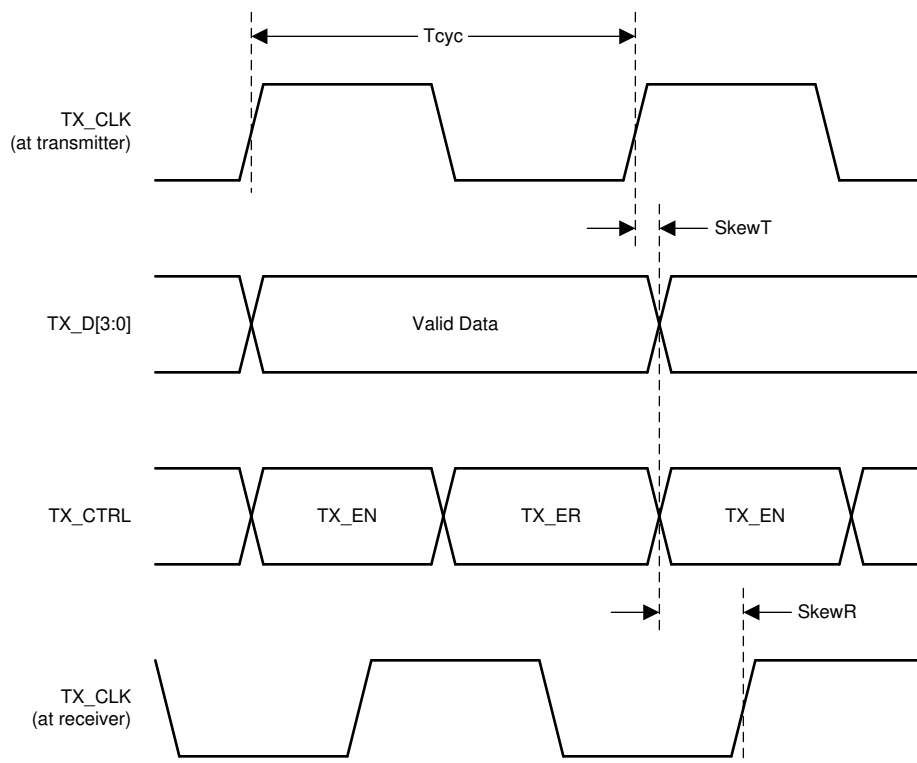

图 6-11. RGMII 发送时序
(1) 由生产测试、特性或设计指定。
(2) 在没有 RGMII 内部延迟的情况下运行时，PCB 设计要求路由时钟，以向相关时钟信号添加大于 1.5ns 的额外布线延迟。
(3) 器件可在有或无内部延迟的情况下运行。
(4) 在速度变化期间，或转换为接收数据包的时钟域时，占空比可被拉伸或压缩，前提是不违反最小占空比要求，且拉伸持续时间不超过转换所涉及的最低速度的三个 Tcyc。
(5) 请参阅图 6-11 和图 6-12。